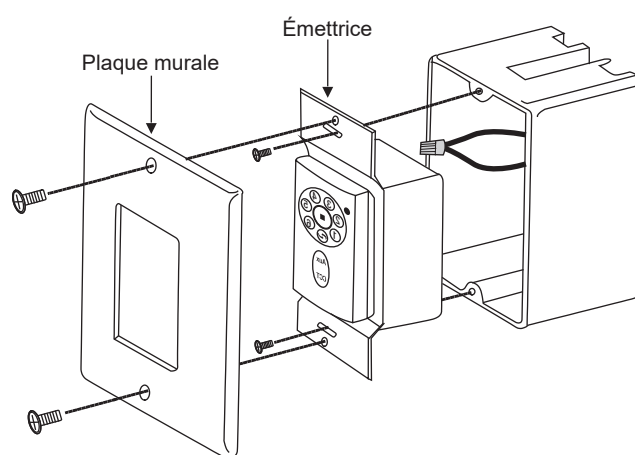

Figure 16
b. Rentrez soigneusement les connexions des fils à l'intérieur de la boîte de sortie. Utilisez les vis fournies pour fixer l'émetteur mural et la plaque murale à la boîte de prise. (Fig.16)